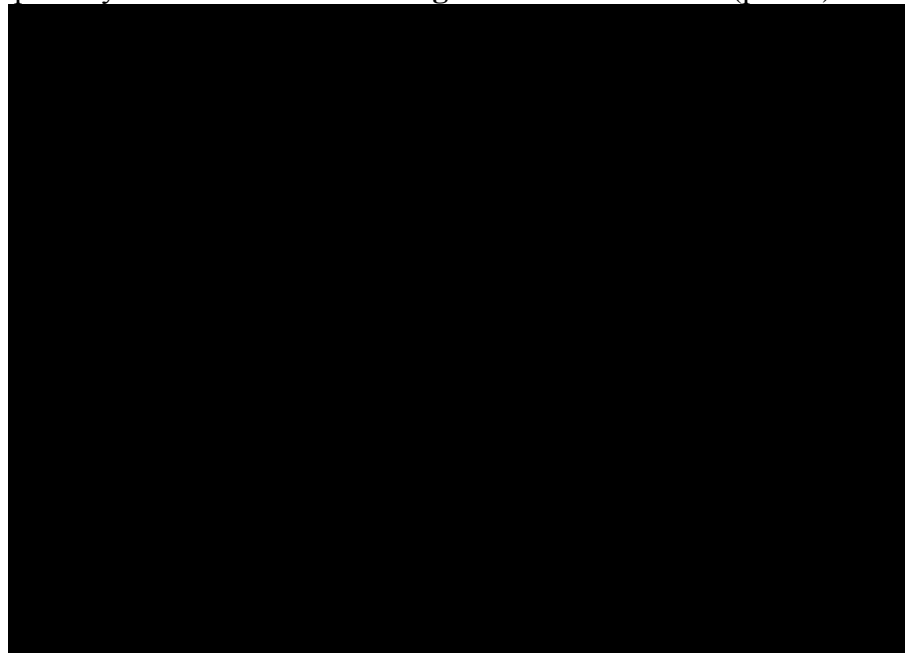

Рис. 1. Пункт главного меню **Diagram/Add Node Tree**
1. Выберите пункт главного меню **Diagram/Add Node Tree** (рис. 1).